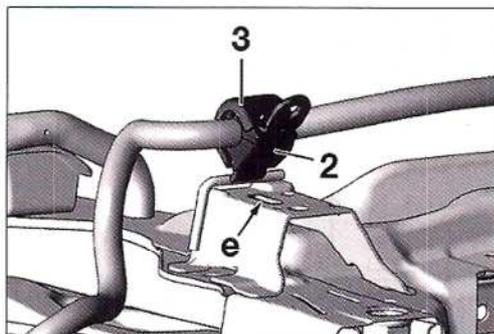

FIG. 20
• Sostener el apoyo (2) para evitar su rotación, y montar la brida (3).
• Alinear el apoyo en la cuna en "e", para obtener un calado correcto (Fig.20).